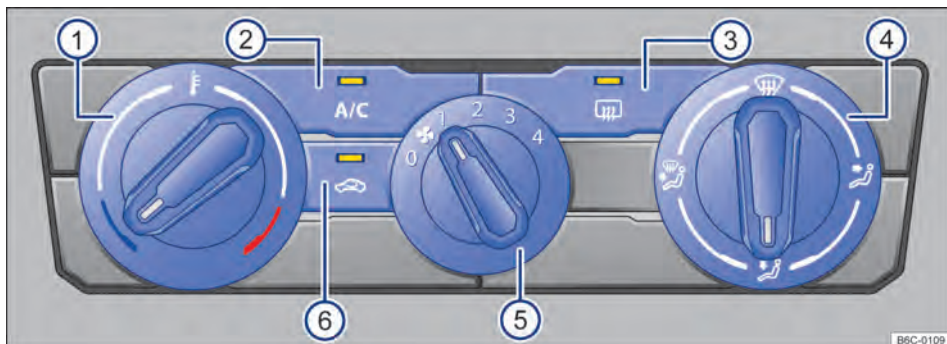

Fig. 84 Comandos do ar-condicionado.
- **Ar-condicionado:** girar o regulador do ventilador para o nível 0 → Fig. 84 (5).
- **Ar-condicionado:** pressionar o botão **A/C** → Fig. 84 (2) para ligar e desligar o funcionamento da refrigeração.
- **Ar-condicionado:** girar o regulador rotativo esquerdo → Fig. 84 (1).
- *Ar-condicionado*: girar o regulador do ventilador → Fig. 84 ⑤.
- *Ar-condicionado*: pressionar o botão  → Fig. 84 ⑥.
- *Ar-condicionado*: girar o regulador da direita → Fig. 84 ④ para posição desejada.
- *Ar-condicionado*: girar o regulador direito para a posição  → Fig. 84 ④.
- *Ar-condicionado*: pressionar o botão  → Fig. 84 ③.